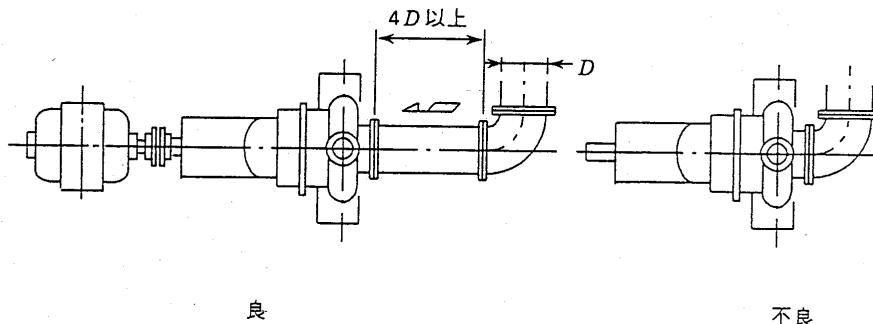

図 3
- 2) 配管内で非対称になるような流れは避けるようにしてください。配管内の流れは局部において片寄り、二次流れを生じその下流 4D(Dは管内径)程度の所までその影響が残っていて、ポンプの吸込に悪影響を与えます。また異径管等を設ける事もポンプの吸込に悪影響を与えます。したがって曲がり部または異径管等はポンプ吸込口よりも 4D 以上、上流に設けるようにしてください。(図 3)